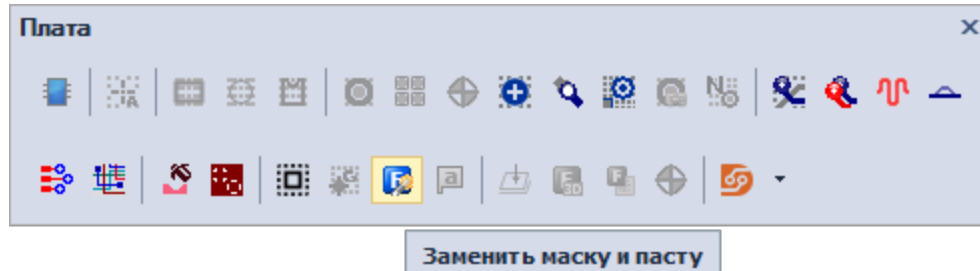

Рис. 415 Запуск механизма изменения маски и пасты
- Нажать кнопку «Заменить маску и пасту», обозначенную значком  на панели инструментов «Плата», см. Рис. 415.